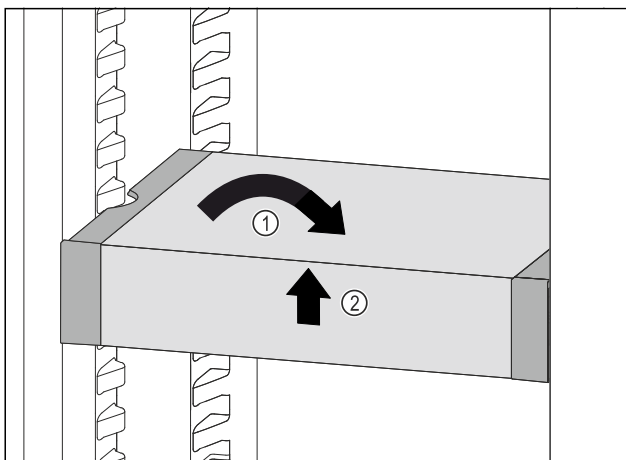

Fig. 124
- VarioSafe recht zetten. Fig. 124 (1)
- VarioSafe aan voorkant optillen. Fig. 124 (2)